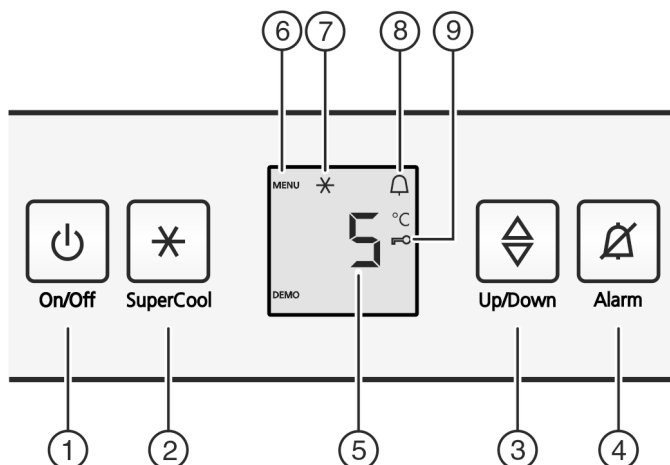

Fig. 2
- ▶ Stlačte tlačidlo On/Off Fig. 2 (1).
- ▶ Tlačidlo SuperCool Fig. 2 (2) stlačte na cca 5 sekúnd.
- ▷ Na indikátore sa zobrazí symbol Menu Fig. 2 (6).
- ▶ Tlačidlom SuperCool Fig. 2 (2) krátko potvrdíte.
- ▷ Na indikátore svieti symbol detská poistka Fig. 2 (9).
- ▶ Krátko stlačte tlačidlo On/Off Fig. 2 (1).
- ▶ Stlačte tlačidlo Alarm Fig. 2 (4).
▶ Vyvolanie funkcie teploty: Stlačte nastavovacie tlačidlo Fig. 2 (3).
▶ Zmena teploty v krokoch po 1 °C: Nastavovacie tlačidlo Fig. 2 (3) stláčajte tak často, kým sa na indikátore teploty rozsvieti požadovaná teplota.